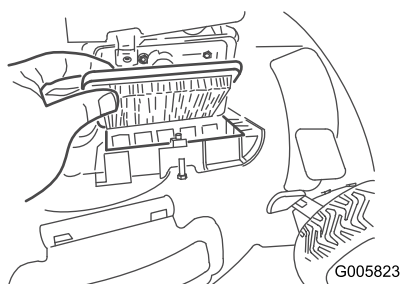

Figura 27
2. Sostituite il filtro dell'aria (Figura 27).